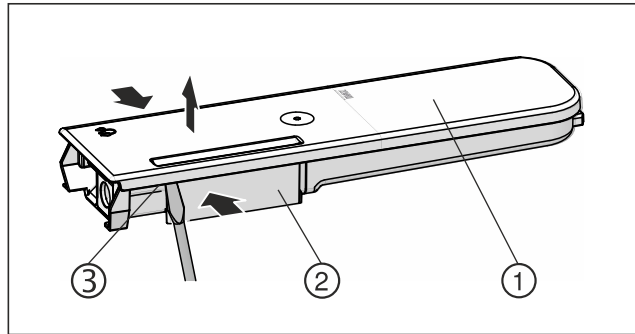

Fig. 151
- ▶ Presser le réservoir d'eau Fig. 151 (2) et faire levier pour lever précautionneusement le couvercle Fig. 151 (1) par les ergots Fig. 151 (3).
- ▶ Faire légèrement bouger le couvercle Fig. 151 (1) de l'avant vers l'arrière puis le retirer par le haut.